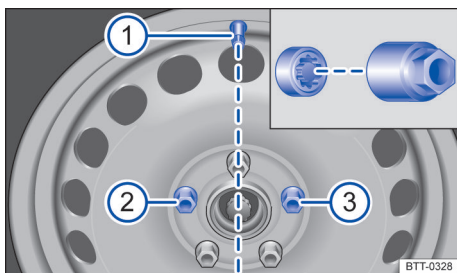

Fig. 261 Troca de roda: válvula do pneu ① e posições de montagem do parafuso de roda antifurto ② ou ③.
- Pressionar a calota integral da roda sobre o aro de tal modo que o recorte da válvula se posicione sobre a válvula do pneu → Fig. 261 ①. Atentar para que se encaixe com segurança em toda a circunferência.
O parafuso de roda antifurto deve estar aparafusado em uma roda com calota integral na posição → Fig. 261  ou  em relação à posição da válvula do pneu . Do contrário, a calota integral não pode ser montada.